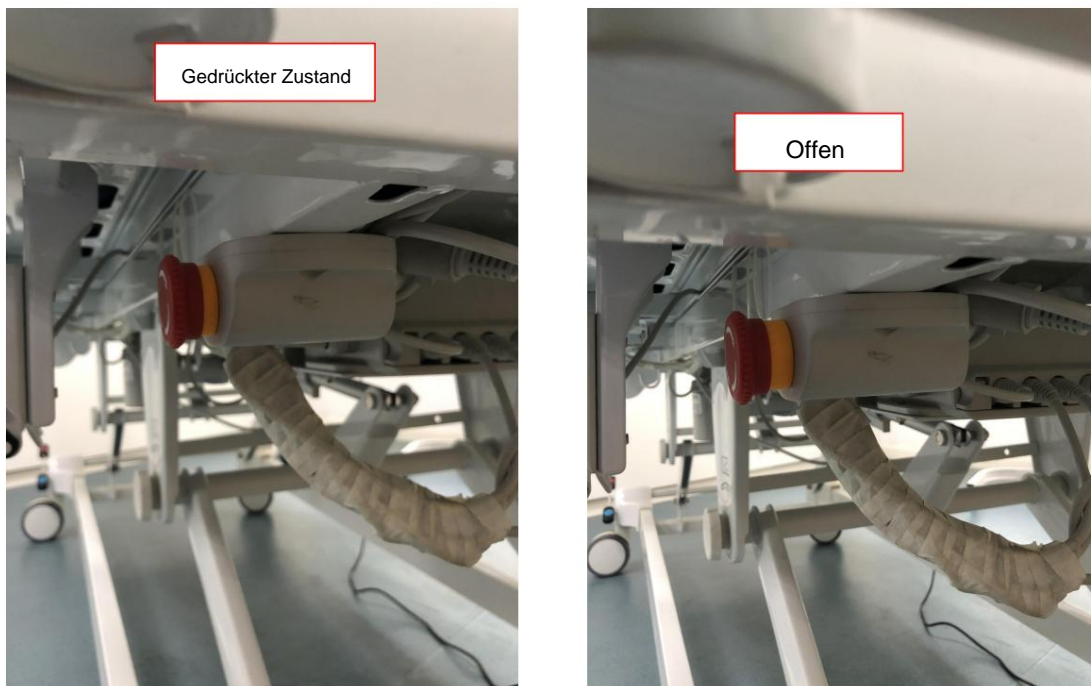

Abb. 2-1
B. Prüfmethode: Drehen Sie den Not-Aus-Schalter im Uhrzeigersinn, um ihn zu öffnen (er springt für kurze Abstand), siehe Bild 2-1;